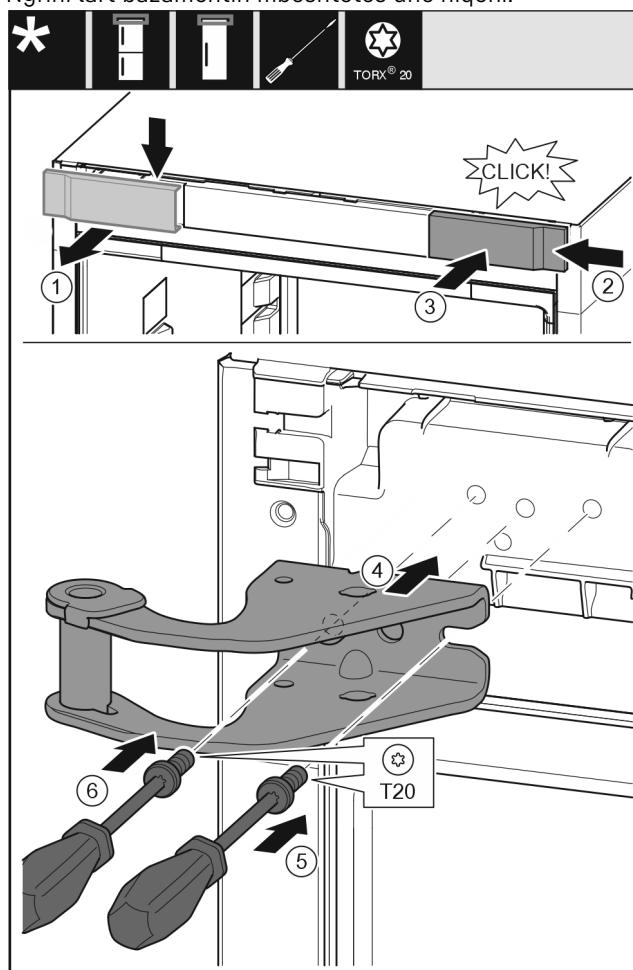

Fig. 11
- Hiqni kapakun mbulues Fig. 11 (1) nga lart duke e tërhequr përpara.
- Futni kapakun mbulues Fig. 11 (2) të rrotulluar me 180° , në anën tjetër nga e djaththa.
- Mbërtheni në vend kapakun mbulues Fig. 11 (3).
- Vendosni bazamentin mbështetës të sipërm Fig. 11 (4).
- Vendosni vidën Fig. 11 (5) me një kaçavidë dhe shtrëngojeni fort.
- Vendosni vidën Fig. 11 (6) me një kaçavidë dhe shtrëngojeni fort.